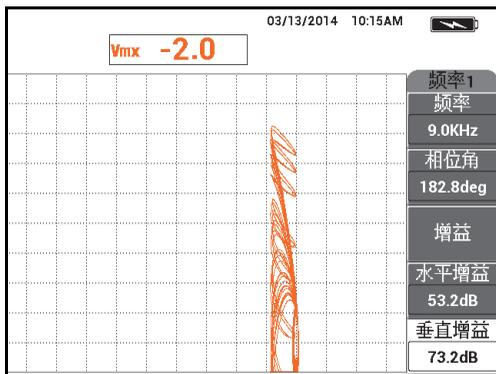

图 5-129 调节垂直增益的值
25. 在持续移动探头时, 增加**垂直增益** (功能键 E), 直到混合信号处于平衡点上第一个垂直分区内 (参见第 204 页的图 5-129)。